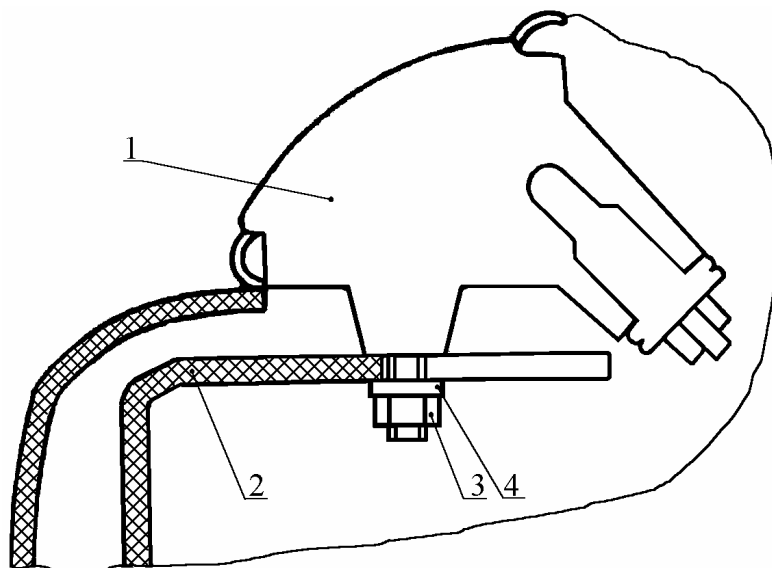

Рис. 46. Передний указатель поворота:
11.2.2. Снять передний правый указатель поворота 1 (рис.46), отвинтив три гайки 3 с шайбами 4 его крепления к переднему буферу 2